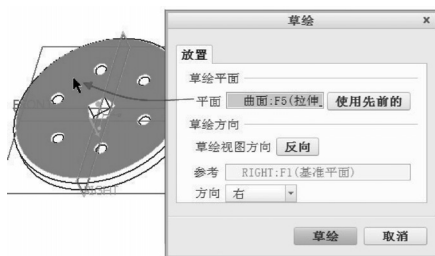

图 5-96 定义草绘平面及草绘方向
3) 打开“放置”面板, 接着单击“定义”按钮, 弹出“草绘”对话框。选择图 5-96 所示的实体表面作为草绘平面, 以 RIGHT 基准平面为“右”方向参考, 单击“草绘”按钮, 进入草绘模式。